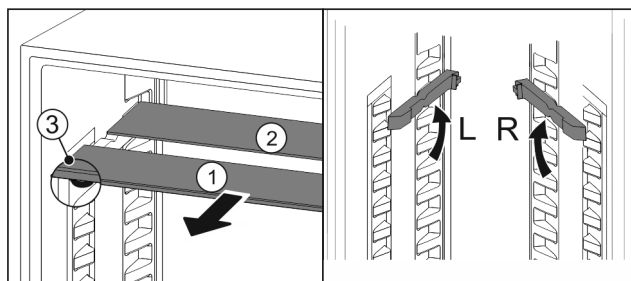

Fig. 21
- ▶ По одной извлеките Fig. 21 (1) полки движением вперед.
- ▷ Полка Fig. 21 (1) с декоративной планкой располагается спереди.
- ▷ Стопоры Fig. 21 (3) показывают вниз.